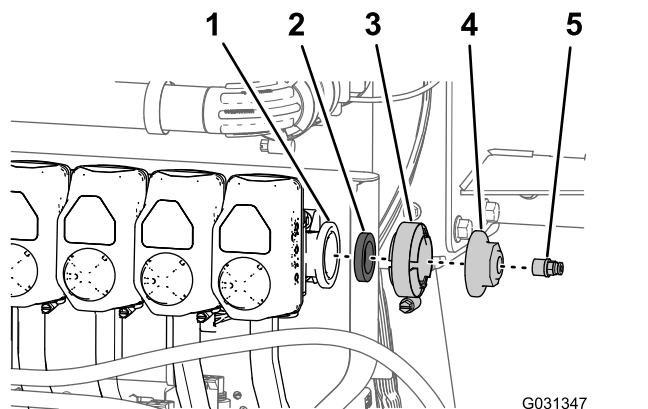

Рисунок 183
1. Снимите соединительную муфту трубы с крышки на фланце в правом торце клапана сопла 10 (Рисунок 183).
2. Снимите фланцевый хомут, прокладку и торцевую крышку с клапана сопла 10 (Рисунок 183).